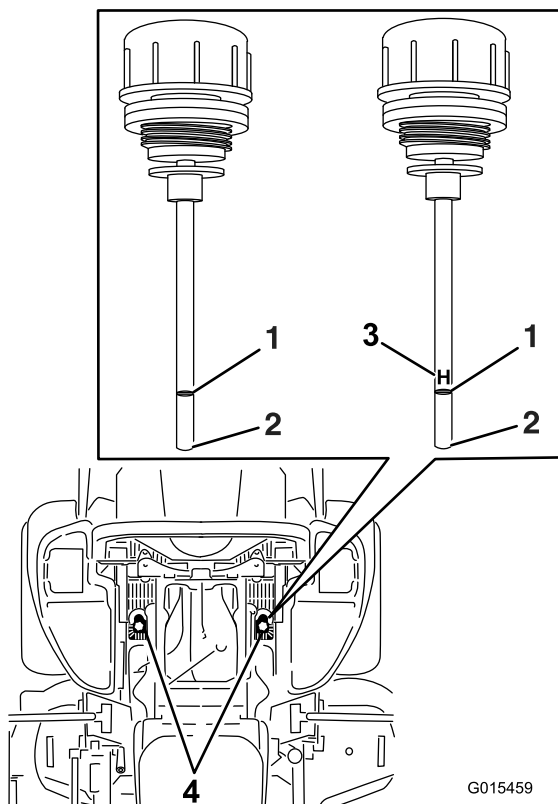

Figure 88
6. Nettoyez la surface autour des jauges des réservoirs du système hydraulique (Figure 88).
7. Sortez la jauge du réservoir hydraulique (Figure 88).
9. Ressortez la jauge et examinez l'extrémité (Figure 88).